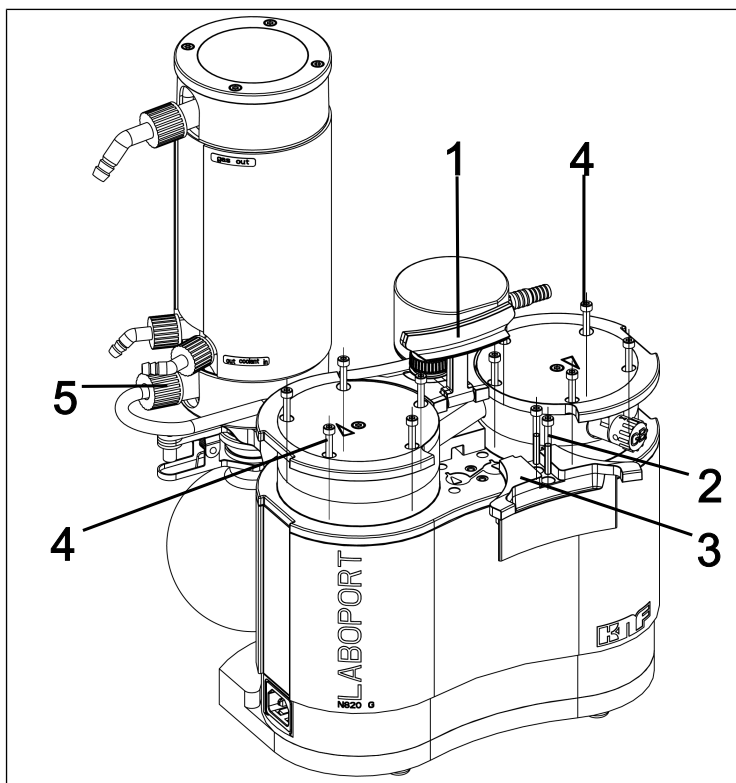
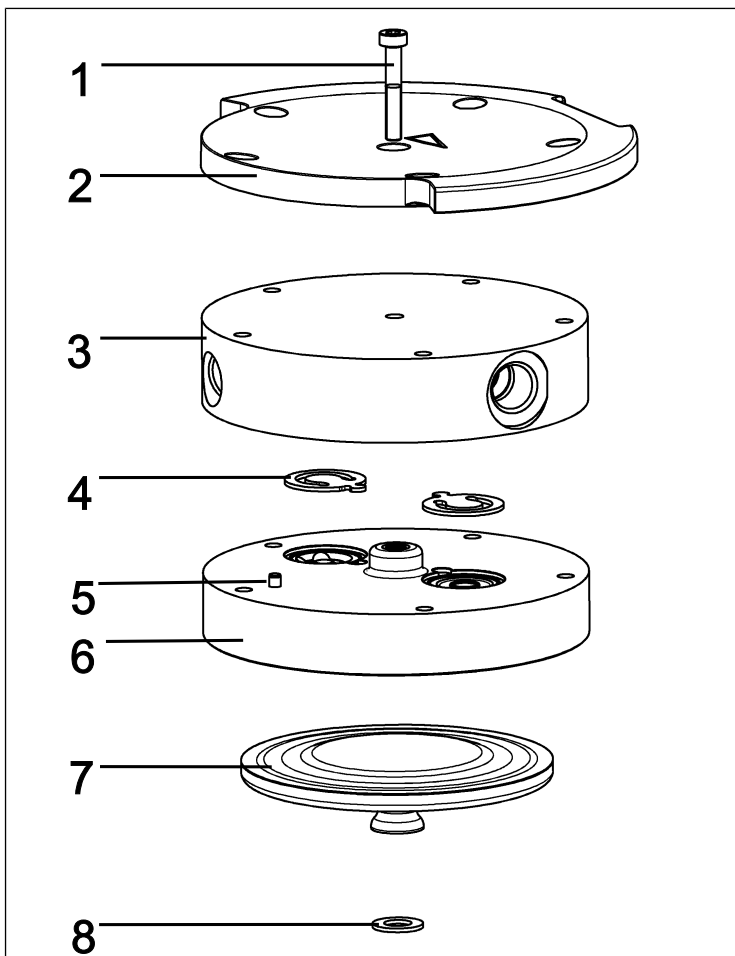

Fig.12: Démontage de la poignée
Fig.13: Tête de pompe (pompe représentée N820)
3. Desserrez l'écrou d'accouplement du raccord de tuyaux (5/ Fig. 12) des composants du système de vide.
4. Mettez la poignée (1/ Fig. 12) en position verticale.
5. Desserrez les deux vis (2/ Fig. 12) du cache de poignée (3/ Fig. 12).
6. Retirez le cache de poignée (3/ Fig. 12).
7. Desserrez les 10 vis extérieures de la tête (4/ Fig. 12) sur les deux têtes de pompe.
8. Retirez les 10 vis extérieures de la tête (4/ Fig. 12) hors des deux têtes de pompe.
- i** Laissez tout d'abord les deux vis intérieures de la tête (1/ Fig. 13) bien serrées à ce stade.
**i** Les numéros de position se réfèrent aux Fig. 13, sauf indication contraire.
1. Marquez la plaque supérieure (2), le couvercle (3) et la plaque intermédiaire (6) d'un trait de crayon continu. Cela permet d'éviter que les pièces ne soient mal assemblées par la suite.
2. Retirez les vis extérieures (4/ Fig. 12) des têtes de pompe.
9. Placez les 10 vis extérieures (4/ Fig. 12) dans la tête de pompe et serrez-les en croix (couple de serrage : SH/ SR820G : 4 Nm; SR/SH840G: 5 Nm)
- i** S'il n'est pas possible d'insérer les vis extérieures (4/ Fig. 12) dans la tête de pompe, desserrez la vis de tête intérieure (1) et vérifiez que le couvercle de la tête (3) est bien fixé sur la plaque intermédiaire (6).
11. Serrez l'écrou d'accouplement du raccord de tuyaux (5/ Fig. 12) sur le condenseur haute performance (2/ Fig. 3) à la main.
1. Montez le cache de poignée (3/ Fig. 12).
2. Serrez les vis (2/ Fig. 12) du cache de poignée (3/ Fig. 12) (couple de serrage : 2 Nm).